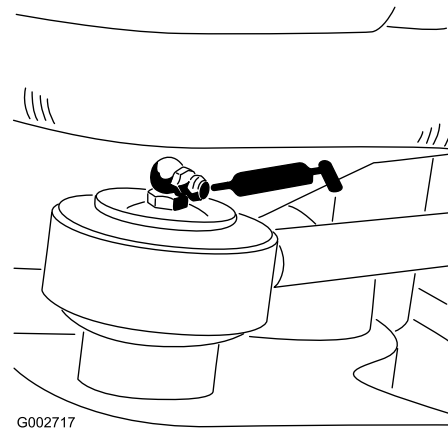

Figure 25
- Extrémité de tige du vérin de direction (1) (modèle 08705 seulement) (Figure 25)